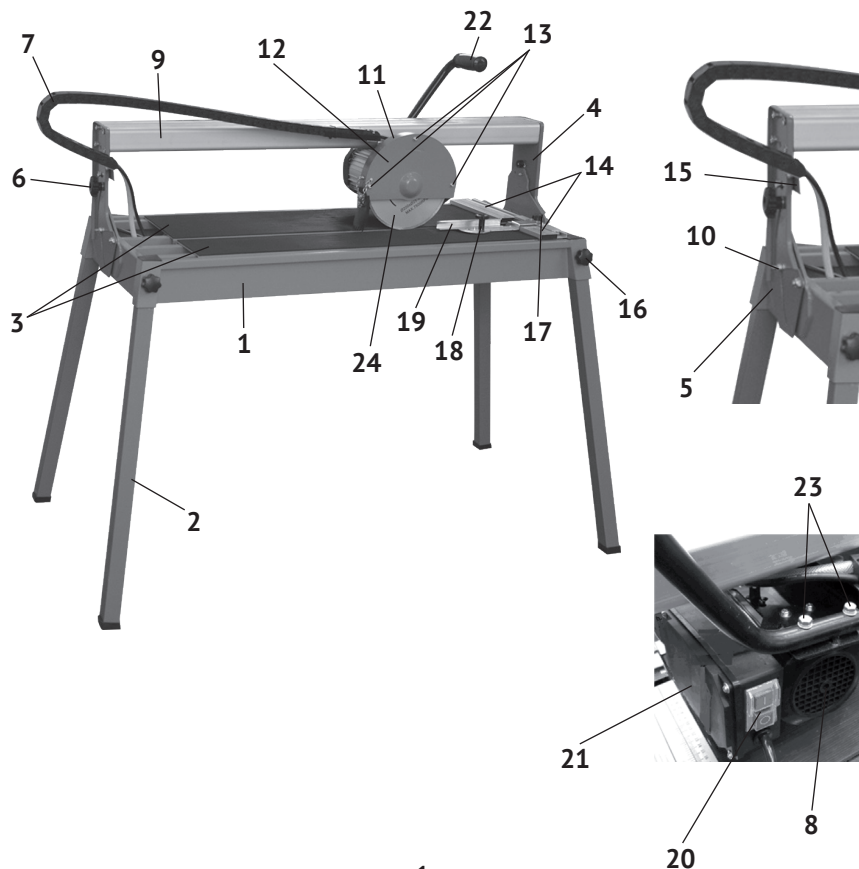

рис.1
1.6 Общий вид и элементы плиткореза представлены на рис.1
1.7 Асинхронный двигатель (рис.1 поз.8) с блоком управления (рис.1 поз.21) и выключателем (рис.1 поз.20) крепится на кронштейне. Кронштейн, за счёт подшипников, перемещает головку режущую (двигатель с блоком управления и отрезным кругом) по салазкам (рис.1 поз.9) вдоль длины рабочего стола (рис.1 поз.3). На вал якоря, между опорным и прижимным фланцами крепится отрезной круг (рис.1 поз.24). Это основной рабочий инструмент плиткореза.
1.8 Выключатель – магнитный пускатель (рис.1 поз.20) расположен на блоке управления. Он имеет две кнопки: зелёная с символом «I» - включение двигателя и красная с символом «0» - выключение двигателя.
На крышке защитного кожуха (рис.1 поз.12) стрелкой указано направление вращения круга.
- вставить ножки (рис.1 поз.2) в отверстия основания (рис.1 поз.1) и закрепить их винтами (рис.1 поз.16);
- закрыть отверстие в поддоне (рис.1 поз.1) пробкой (входит в комплект поставки) и залить воду так, чтобы заборная часть насоса была полностью погружена в воду.
- проверить шлангоукладчик (рис.1 поз.7) со шлангом, не перекручен, свободно перемещается за головкой режущей;
- ослабить с двух сторон винты фиксации угла наклона (рис.1 поз.6);
- повернуть салазки (рис.1 поз. 9) с головкой режущей на нужный угол, совмещая указатель угла наклона (рис.1 поз.10) с нужным показателем шкалы (рис.1 поз.5);